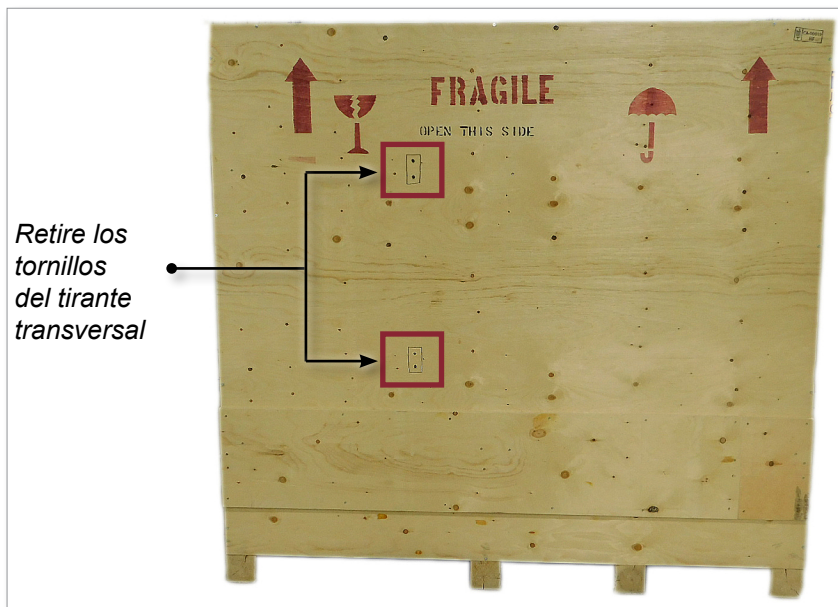

Figure 3-7 Retire los tornillos del tirante transversal
4. Desde el lateral de la caja marcado con "FRAGILE OPEN THIS SIDE", retire los tornillos del tirante transversal. Consulte la Figure 3-7.